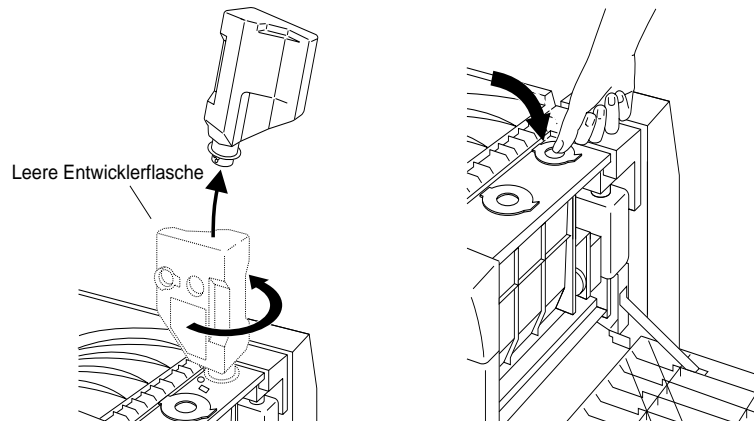

Abbildung 4-19 Abnehmen der Entwicklerflasche und Schließen des Einfüllstutzens
10. Drehen Sie die Entwicklerflasche um 180° gegen den Uhrzeigersinn, und nehmen Sie sie ab (siehe Abbildung 4-19).
11. Schließen Sie den Entwicklereinfüllstutzen (siehe Abbildung 4-19).